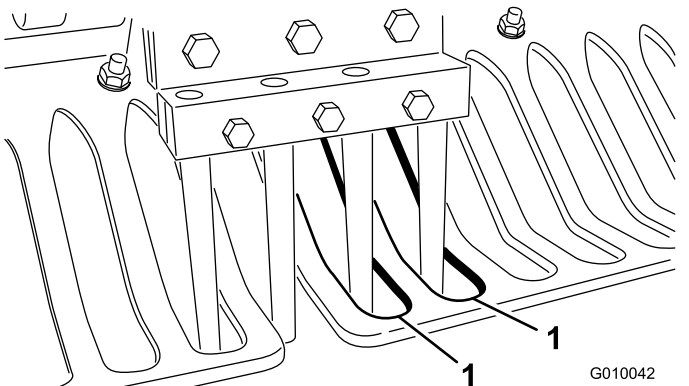

Figure 27
7. Vérifiez que les louchets sont bien alignés au centre des espacements dans les protège-gazon (Figure 27). Réglez les protège-gazon au besoin et serrez les écrous.